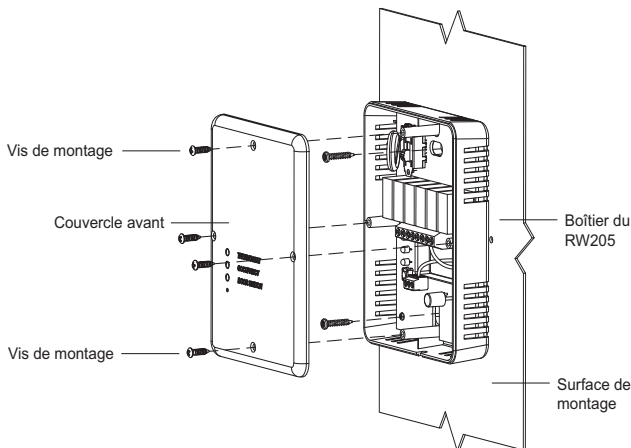

Fig.1. Installation en appliqué (murale)
- Montage dans un boîtier d'appareil de série de 2 po x 4 po. La plaque arrière du RW205 est dotée d'encoches de montage pour une installation à la verticale. Voir figure 1 ci-dessous.
- Montage sur la surface intérieure du boîtier de câblage d'un PTAC. Monter à travers les trous du boîtier d'appareil à l'aide de (2) vis à tôle. Voir figure 1 ci-dessous.